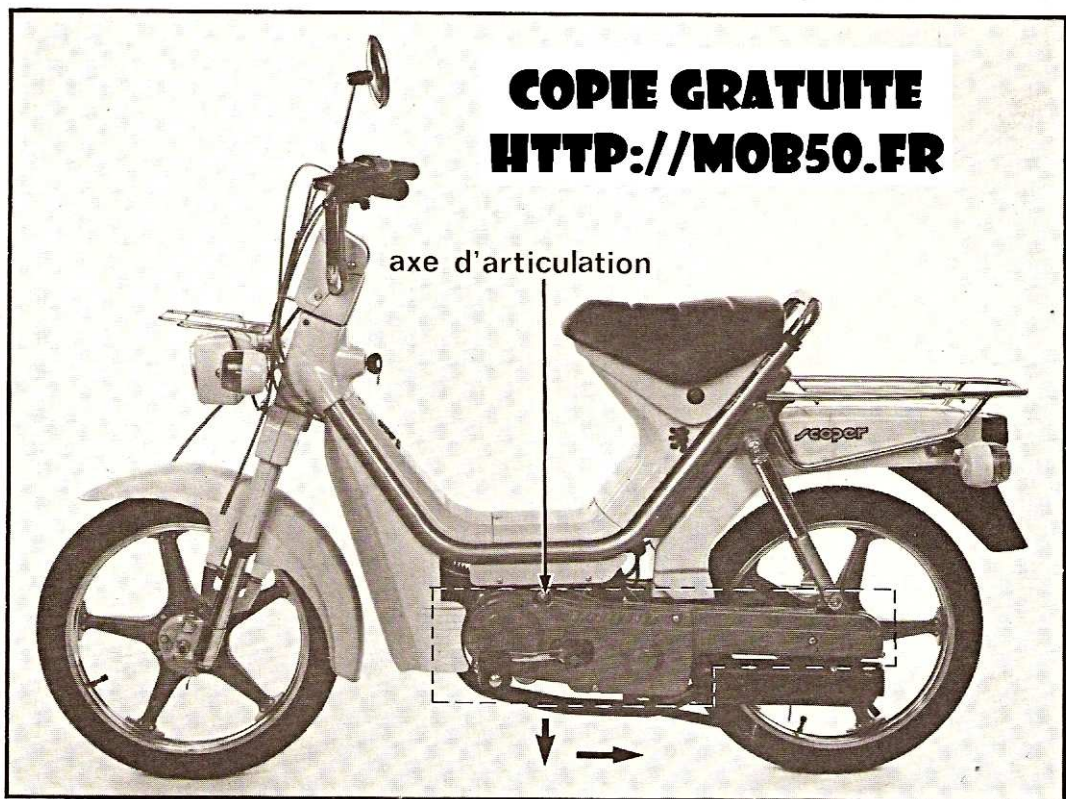

Fig. 1
- Dévisser et retirer l'axe d'articulation supérieur (clé à pipe de 17) - figure 1